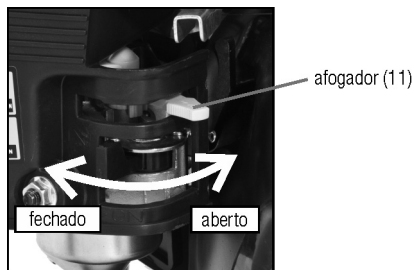

Fig. 19 – Afogador
- Quando o motor estiver frio, é necessário utilizar o afogador. Para isso, coloque o mesmo na posição CLOSE (fechado) (fig. 19).